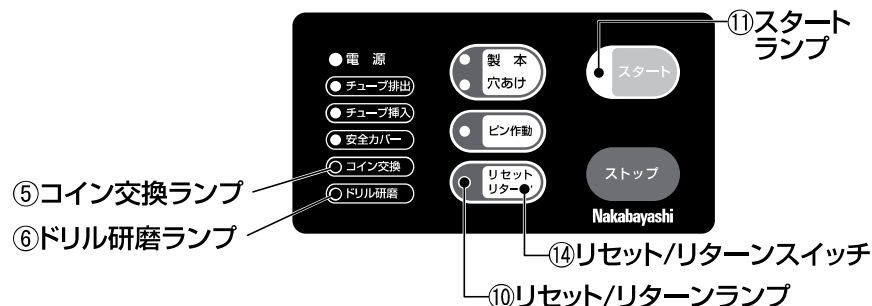

図19
- 4.カバー右側面にある電源スイッチを入れ、リセット/リターンスイッチ⑭を押してください。 図19 参照
同時にリセット/リターンランプ⑩も点灯します。 図19 参照
- 1.リセット/リターンスイッチ⑭を押してください。ドリルが取り外ししやすい位置まで下りてきます。
- 4.リセット/リターンランプ⑩が点灯しているので、リセット/リターンスイッチ⑭を押してください。
- 5.ドリルが上昇し、スタートランプ⑪が点灯します。